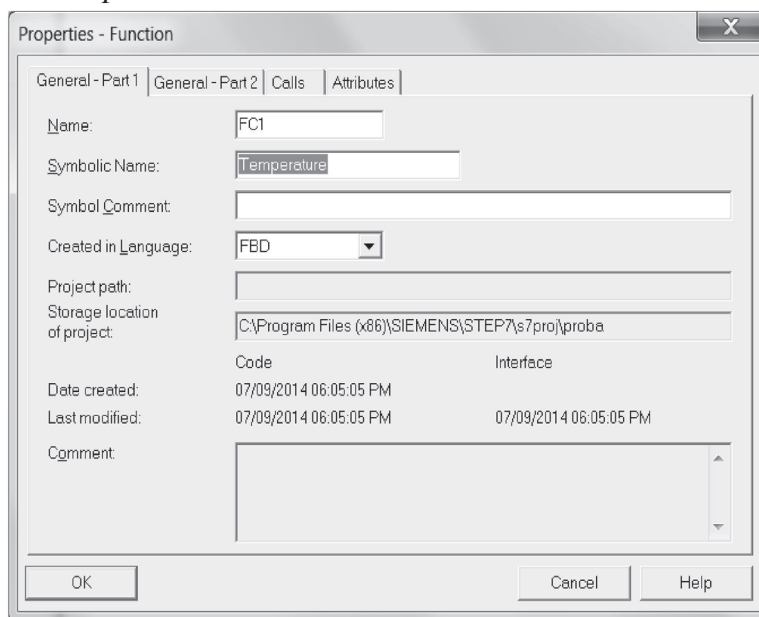

Рис. 2.5. Окно свойств функции FC
3. Прописываем свойства функции в появившемся меню: присваиваем название, выбираем язык программирования (например, FBD), жмем *OK* (рис. 2.5).